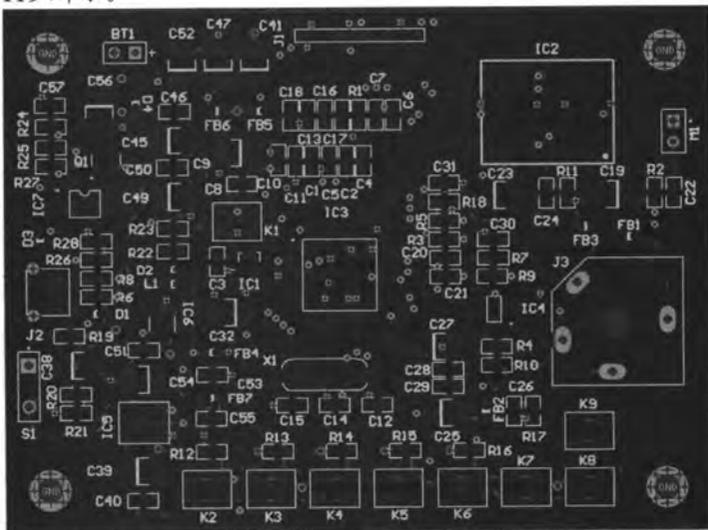

图 9-119 布线完成
- [4] 单击【配线】工具栏中的  图标或  图标，开始手工布线及调整。完成后的结果如图 9-119 所示。